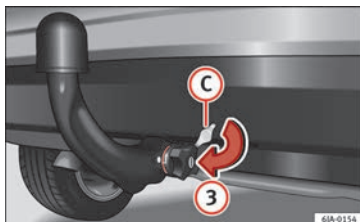

Fig. 199 Mise en place du cache de la serrure.
- Fermez avec la clé (B) la serrure de la molette en tournant la clé vers la droite jusqu'à la butée, dans le sens de la flèche (1)
- Retirez la clé dans le sens de la flèche (2).
- Placez le cache (C) dans la serrure dans le sens de la flèche (3) » fig. 199.